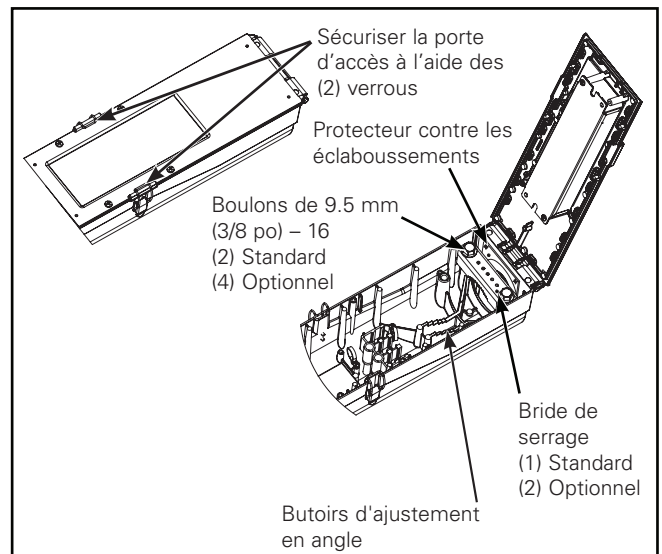

Figure 2.
**Remarque:** Si un cordon optionnel est fourni, la porte ne doit pas être enlevée. (Figure 2.)
3. Avec la douille de 14 mm (9/16 po), desserrez suffisamment les deux boulons de montage de la bride de serrage pour permettre le glissement du bras de montage (non fourni) sur les échelons de mise à niveau. (Figure 2.)
4. Soulevez le boîtier pour le mettre en place et positionnez l'extrémité du bras de montage sur les échelons de mise à niveau jusqu'à ce que le boîtier soit à niveau. Positionnez prudemment le bras pour éviter de frapper accidentellement les composants internes. (Figure 2. et Figure 4.)